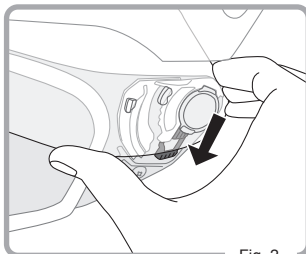

Fig. 2
2. Tire del tope rojo hacia abajo. Tire de la visera en la dirección que muestra la flecha (Fig. 2).